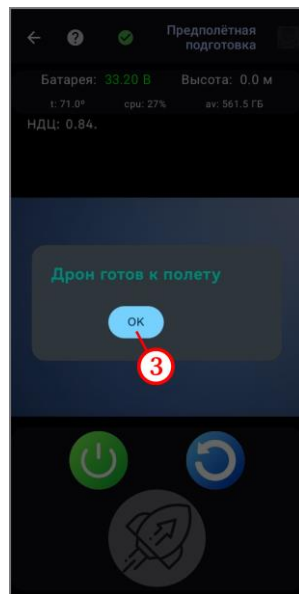

Рисунок 40
- если подготовка прошла успешно, на экране будет показано сообщение «Дрон готов к полету» (рисунок 40);
- нажать на кнопку «ОК» (рисунок 40, шаг 3).